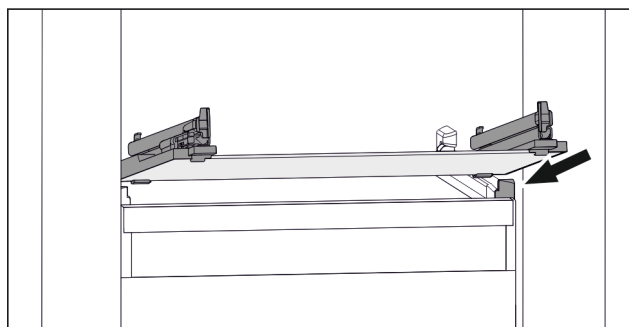

Fig. 48 Shembull ilustrues i pllakës së xhamit
- ▶ Vendosni pllakën e xhamit pjerrtas prapa ndaluesve. (shihni Fig. 48)